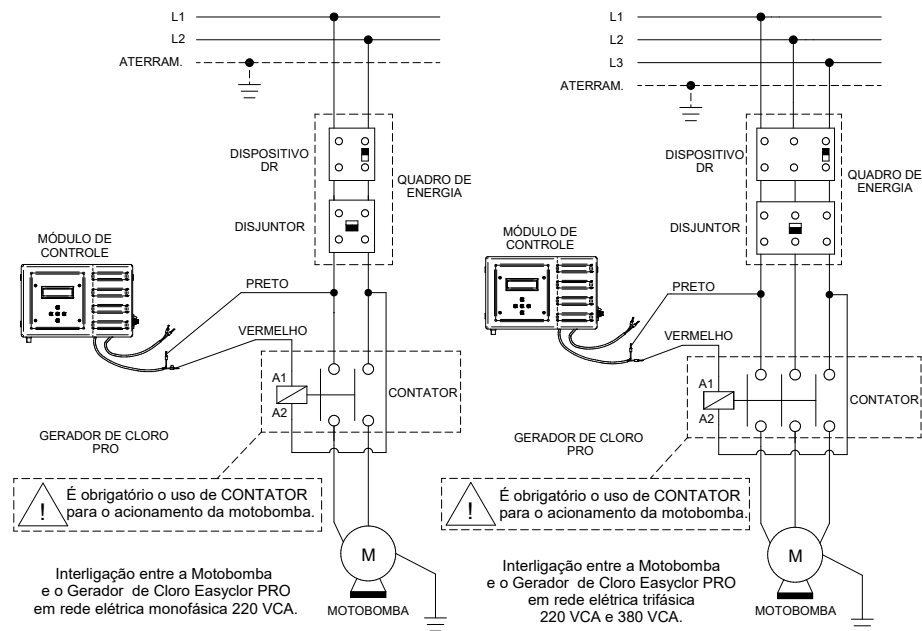

Figura 15
- O Gerador de Cloro **EASYCLOR PRO** disponibiliza um controle interno para motobomba e bomba dosadora automatizando sua piscina, garantindo lazer, conforto e praticidade. Para instalação da motobomba controlada pelo Gerador de Cloro, identifique em seu módulo de controle os cabos **preto e vermelho** que estão com a anilha "A". O **cabo preto** deve ser alimentado por uma fase da rede elétrica e o **cabo vermelho** deve ser ligado diretamente ao contator da motobomba, conforme o esquema de ligação da figura 15.